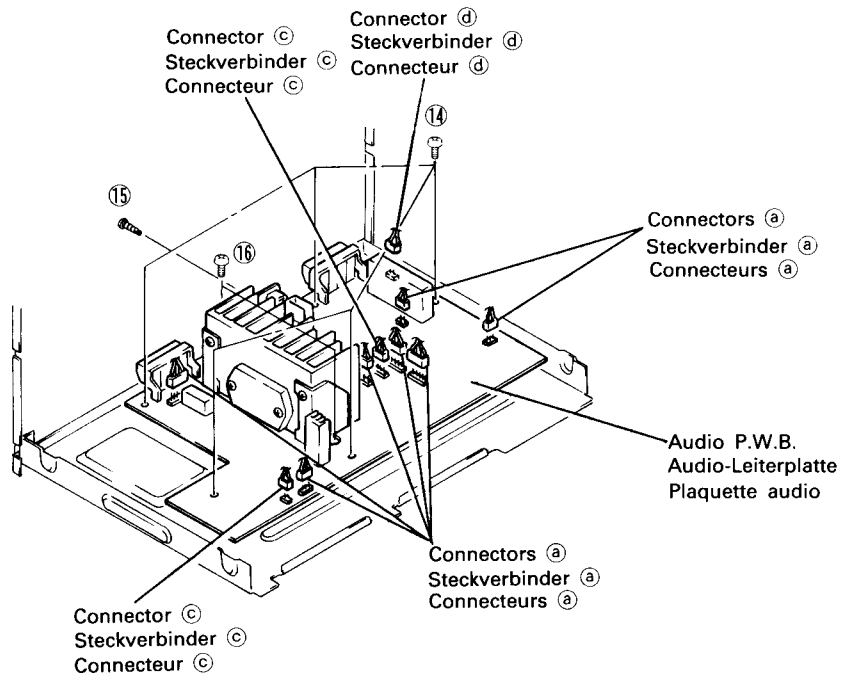

Fig. 9 Abb. 9
Remove two screws ③. Remove the power switch. Then remove two screws ④, three screws ⑤, and seven Audio P.W.B. connectors a. (Refer to Fig. 9 for connectors a.)
Remove two screws ⑧, two screws ⑨, five connectors b and two connectors c. Open in the direction of arrow B. Next, remove the REC level knob, two screws ⑩ and one tab. (Refer to Fig. 9 for connectors c.)
9. Audio P.W.B. (Fig. 9)
Die beiden Schrauben ③ herausdrehen und die Netztaaste abnehmen. Anschließend die beiden Schrauben ④, die drei Schrauben ⑤ herausdrehen und die sieben Steckverbinder a der Audio-Leiterplatte entfernen. (Steckverbinder a siehe Abb. 9.)
Die beiden Schrauben ⑧ und ⑨ herausdrehen und die fünf Steckverbinder b sowie die beiden Steckverbinder c abziehen. In Pfeilrichtung B öffnen. Danach den Drehknopf für Aufnahmepegel (REC) sowie die beiden Schrauben ⑩ und eine Klaue entfernen. (Steckverbinder c siehe Abb. 9.)
9. Audio-Leiterplatte (Abb. 9)
Enlever deux vis ③. Enlever l'interrupteur d'alimentation. Puis enlever deux vis ④, trois vis ⑤, et sept connecteurs de plaquette audio a). (Se référer à la Fig. 9 pour les connecteurs a).)
Enlever deux vis ⑧, deux vis ⑨, cinq connecteurs b) et deux connecteurs c). Ouvrir dans la direction de la flèche B. Puis, enlever le bouton de niveau d'enregistrement (REC), deux vis ⑩ et une attache. (Se référer à la Fig. 9 pour les connecteurs c).)
9. Plaquette audio (Fig. 9)